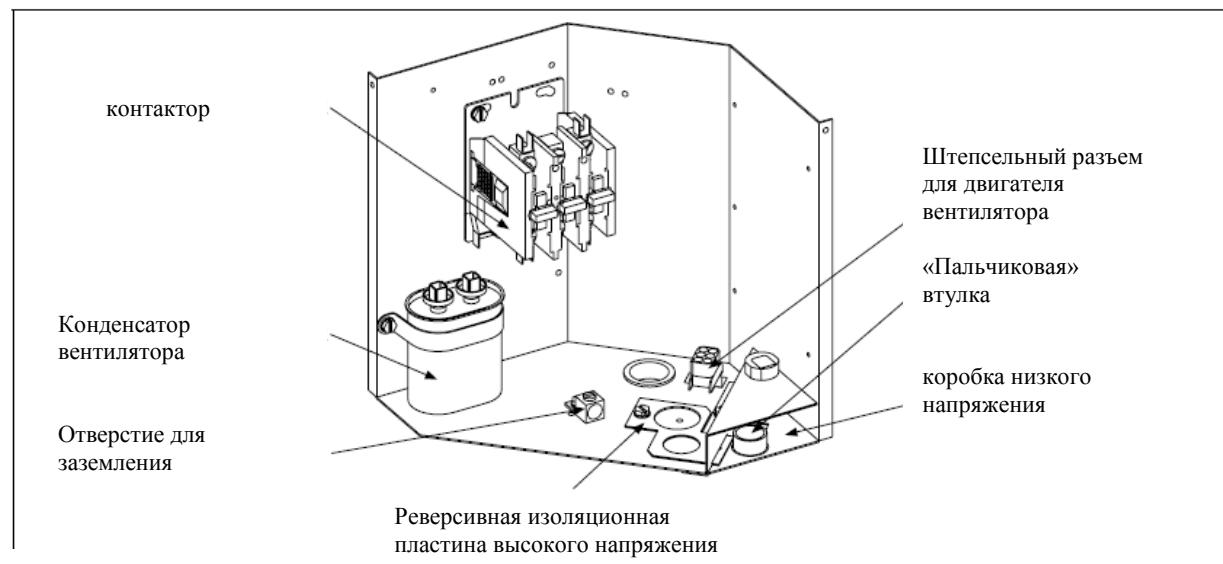

Рис. 3 – Блок управления наружной установки системы (Модели 036, 048 и 060)
На заводе - изготавливается реверсивная пластина высокого напряжения для соединений 1/2" изоляционных трубок. Для 3/4" изоляционных трубок, удалите винт, удерживающий пластину на месте, и поменяйте положение отверстий. Для 1 " изоляционных трубок, снимите пластину и удалите ее. Вновь закрепите винт для поддержания целостности конструкции установки, независимо от того, какие трубы использовались для электропроводки. См. Рис. 3.
4. Выполнение электрических соединений облегчается наличием зажимных контактов на контакторе наружного блока. См. Рис. 3.
1. Протяните кабели низкого напряжения через «пальчиковую» втулку в распределительную коробку низкого напряжения. См. Рис. 3 и 4.